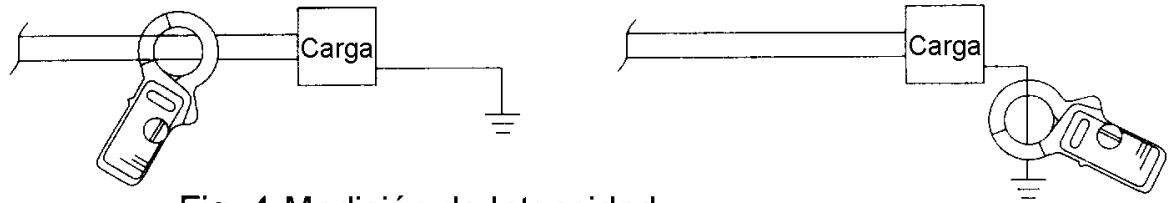
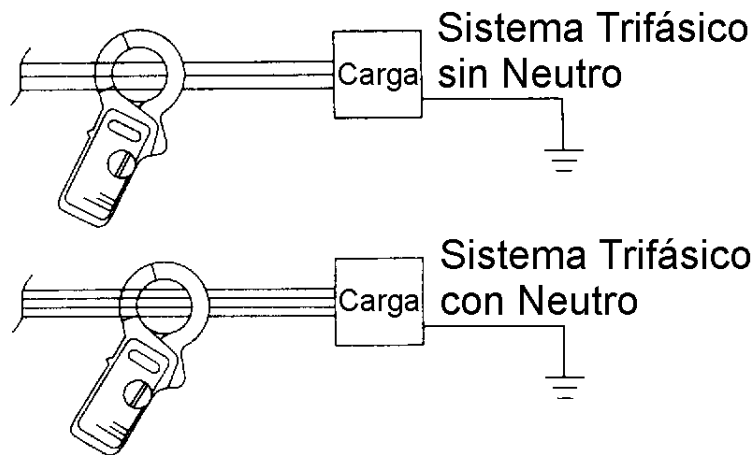

Fig. 4 Medición de Intensidad de Fuga en un sistema Trifásico
Fig. 5 Medición de la Intensidad de Fuga en sistemas Trifásicos
- El Selector de Frecuencias (9) está diseñado para seleccionar los márgenes de frecuencia de 50/60Hz y "WIDE". Para más detalles referentes al funcionamiento del selector de frecuencias vea la sección 5-4.
- (1) Sitúe el Selector de Margen en la posición requerida. No exceda la máxima intensidad de entrada permitida en el margen seleccionado.
- (2) Para mediciones normales, presione el gatillo para abrir las mordazas y amordace el conductor. Vea la Figura 3. La intensidad de fuga a tierra que fluye por el conductor de protección también se puede medir con este método. (Fig.4) se recomienda que el conductor se sitúe en el centro de las mordazas cerradas.
- (3) Para medir intensidades de fugas compensadas, amordace todos los conductores excepto el conductor de protección. La medición de la intensidad de fuga se indicará en el visualizador. (Fig 4 y Fig. 5)